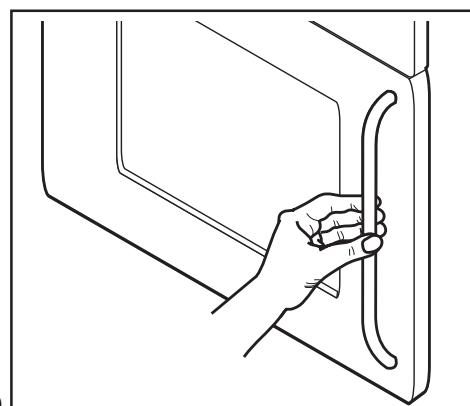

Рис. 10
**Для того, чтобы открыть дверцу духовки, всегда беритесь за центральную часть ручки (Рис. 10).**